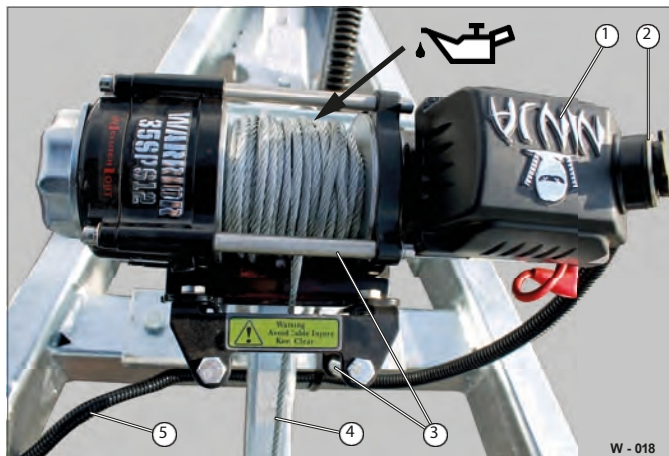

Fig. 18 Kontroll/smörjning av den elektriska kabelvinschen
- Inspektera den utdragna vajern (Fig. 18/4) med avseende på eventuella skador.
- Kontrollera att elkabeln ( ) bild 18/5 och uttaget (bild 18/2) inte är skadade.